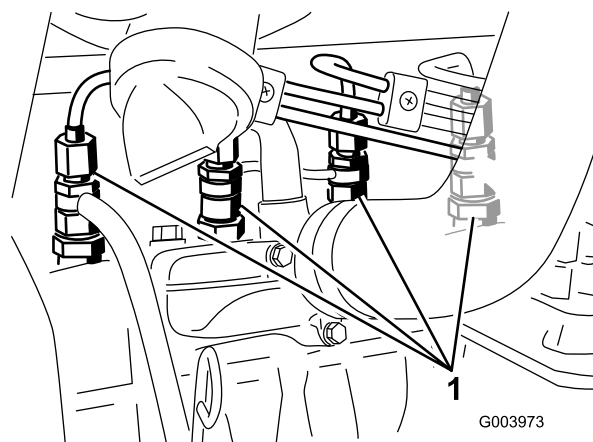

Bild 65
1. Lockern Sie den Leitungsanschluss an der ersten Düse und Halterung (Bild 65).